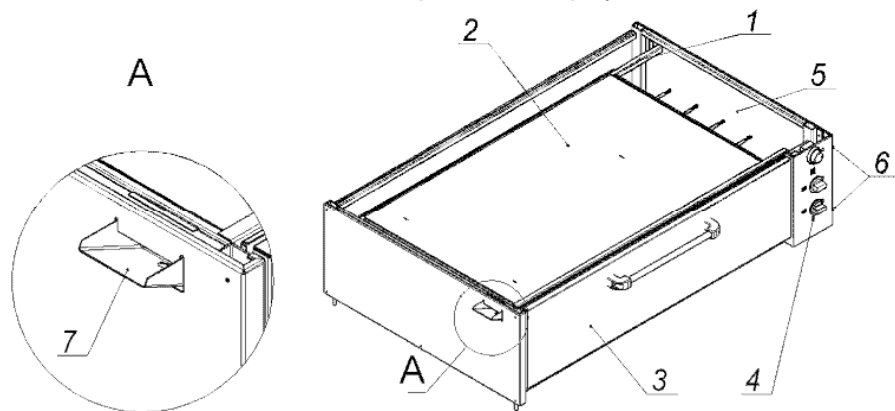
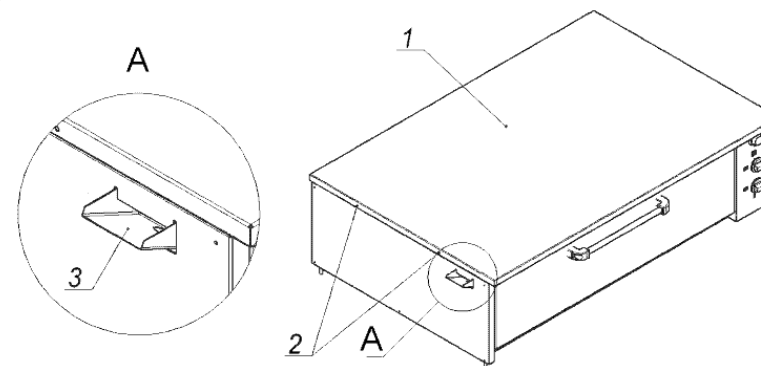

Рис.2
Рис.3
4.1 Шкаф жарочно-пекарский, секционный, электрический типа ЭШП состоит из одинаковых секций, устанавливаемых друг на друга. Нижняя секция устанавливается на раму. Каждая следующая секция устанавливается на предыдущую. Верхняя секция, (рис.3), накрыта крышкой.
- Снять панель управления (см. рис.2);
1. Снять панель управления (см. рис.2).
внутри камеры, на задней стенке, установлен испаритель воды, который можно снять для очистки. Для заливки воды в испаритель используется желоб (рис.2, поз.7 и рис.3, поз.3). Объём воды, однократно заливаемой в испаритель, не более 200см³.
4.5 Для обслуживания электроприборов, ТЭНов и регулирования пружинного механизма дверки, необходимо снять панель управления (рис.2, поз.4), отвернув 4 винта (рис.2, поз.6), крепящие панель к каркасу секции.
1. Не снимая панели управления и правые облицовочные панели (для подключения верхней секции – снять панель управления (см. п.2), или правую облицовочную панель (см. п.3), или крышку (рис.3, поз.1), для чего вывернуть 4 винта (рис3, поз.2)).